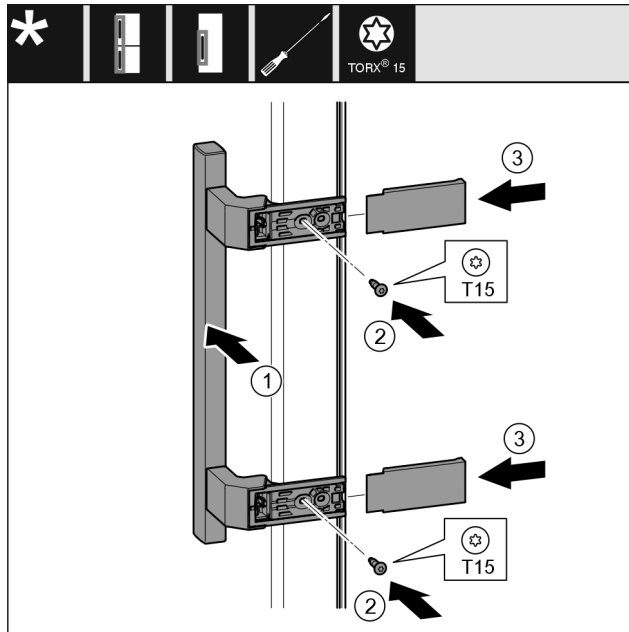

Fig. 21
- ▶ Установите ручку Fig. 21 (1) на противоположной стороне.
- ▶ Затяните винты Fig. 21 (2) отверткой.
- ▶ Установите крышки Fig. 21 (3) сбоку и надвиньте их.